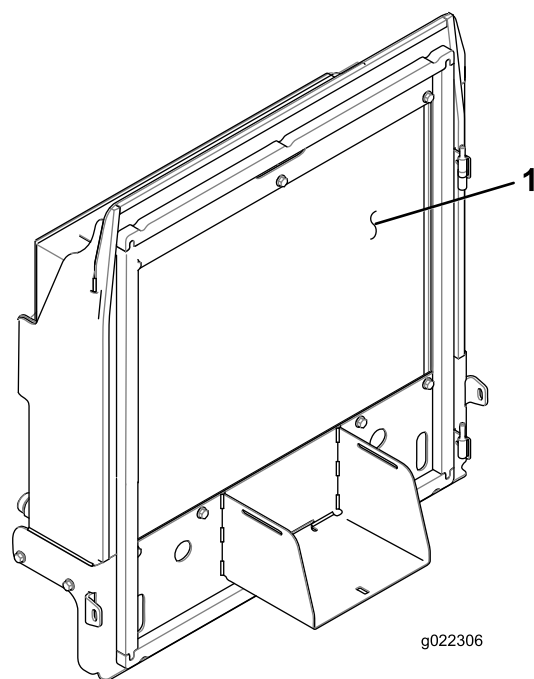

Figure 87
4. Nettoyez soigneusement les deux côtés du radiateur et du refroidisseur d'huile (Figure 87) à l'air comprimé.